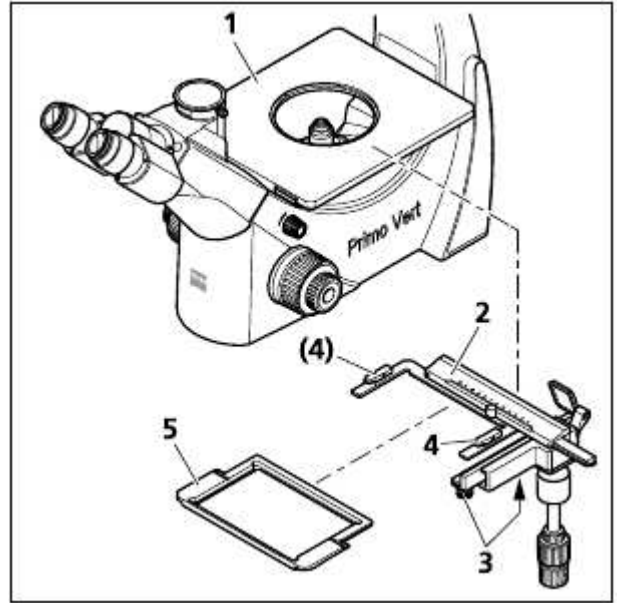

Fig. 8 连接样品夹滑尺和样品夹
- 将样品夹滑尺(Fig. 8/2)安装在载物台(Fig. 8/1)的右侧下方,使用两个凸头螺丝(Fig. 8/3)将其固定紧
- 根据样品容器的使用类型,插入通用的样品夹M或 96-个位置的微孔板 (Fig. 8/5)到样品夹滑尺,并确认样品夹是否和两个卡口(Fig. 8/4)接触紧密